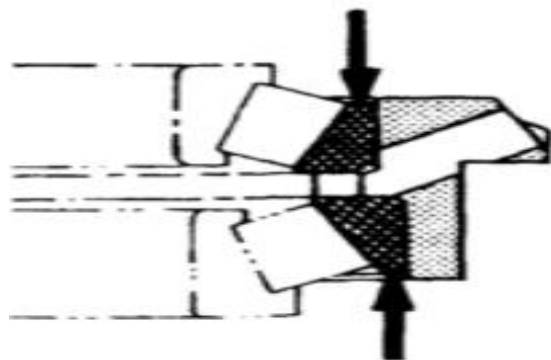
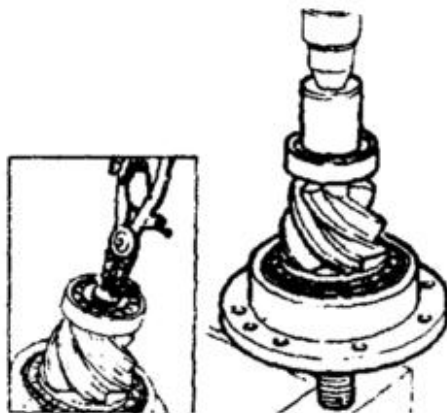

图 7-1
图 7-2
- (1) 将主动锥齿轮前轴承外圈压入轴承座中(图 7-1);
- (2) 选择调整垫片和拧紧轴承盖;
- (3) 将圆柱滚子轴承压装到主动锥齿轮小端, 再装上轴用弹性挡圈(图 7-2);